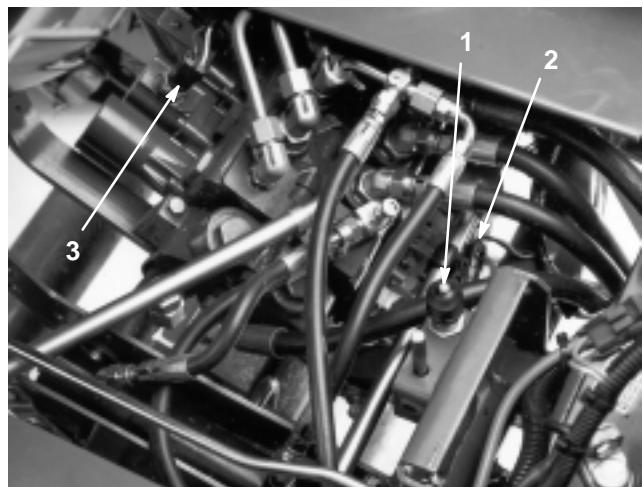

Figure 50
2. Enlevez la protection sur le bouton du contacteur (Fig. 50) et mettez-la de côté afin de la remettre sur le contacteur de rechange. Débranchez les connecteurs du contacteur.
- Débranchez les connecteurs du contacteur de déplacement installé dans le couvercle sur la section du tiroir de sélection (Fig. 50).
- Débranchez les connecteurs à l'extrémité du contacteur de tonte/relevage installé dans le couvercle du distributeur (Fig. 50).